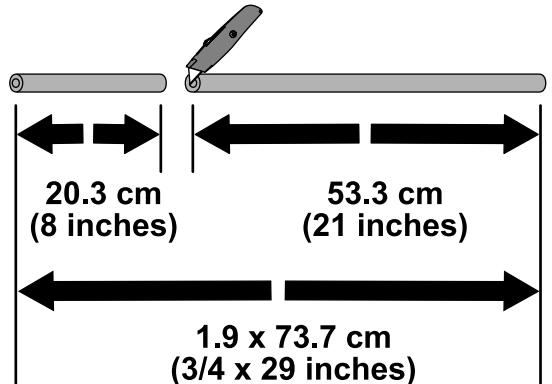

Figura 4
1. Mida 20,3 cm desde el extremo de la manguera de 1,9 cm x 73,7 cm y marque esa posición (Figura 4).